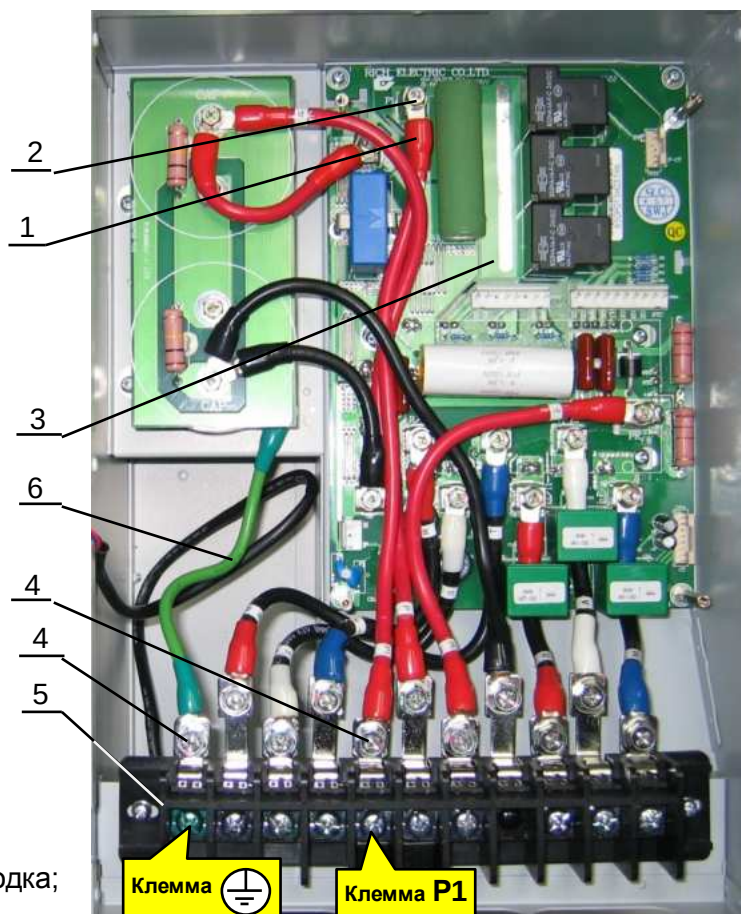

Рис.7.16
- 7.4.18. Присоединить свободный наконечник провода (6) к наконечнику клеммы  силовой клеммной колодки (5) (рис.7.16) и закрепить его винтом (4).